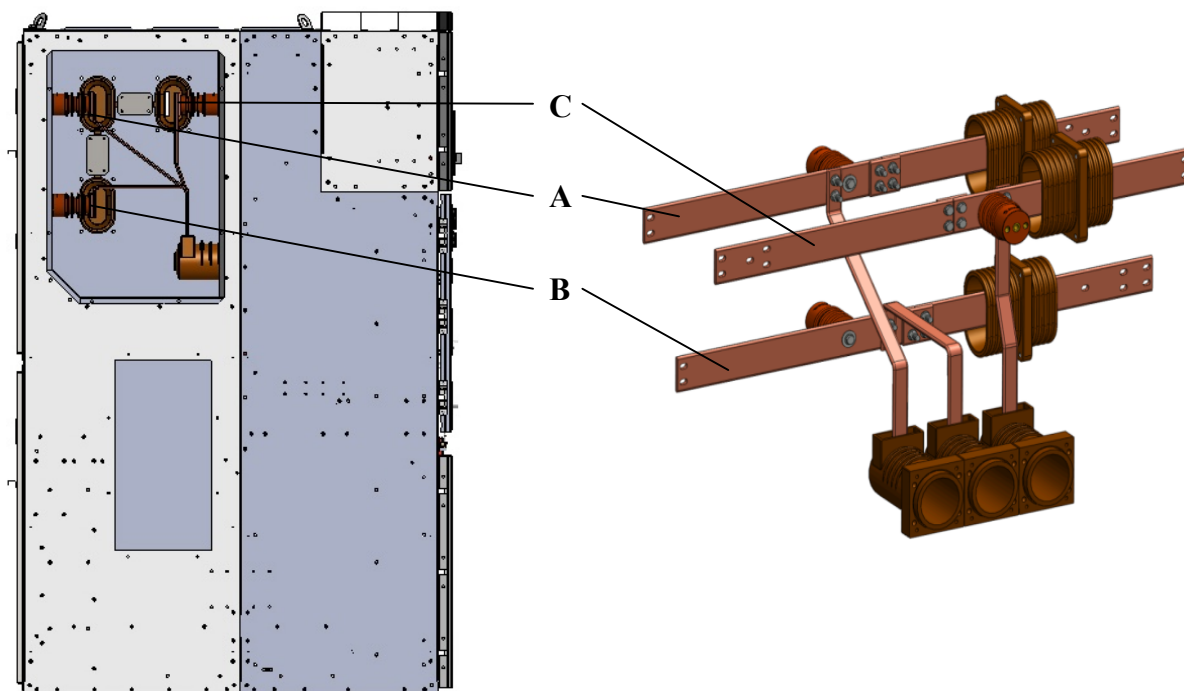

Рис. 26. Монтаж сборных шин
2.5.2.7 Монтаж сборных шин производится согласно рис. 26 – 29 одновременно с установкой шкафов на штатные места. Перед соединением сборных шин необходимо протереть контактные поверхности при помощи чистого безворсового материала, смоченного техническим спиртом.
7. Шин 7 между секциями КРУ (М10) (рис. 26 – 28)